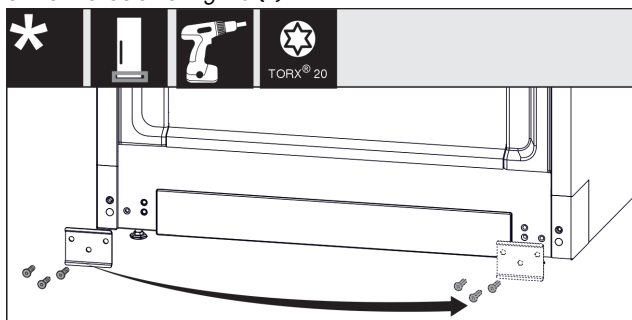

Fig. 17
- Dévisser la tôle Fig. 17 (1), la déplacer et la revisser de l'autre côté.
- Placer le support de palier de l'autre côté et le visser avec un tournevis. Commencer par la vis (2) en bas au milieu.
- Serrer la vis (3) et la vis (4).
- Insérer complètement l'axe de palier (5). Veiller à ce que l'ergot soit orienté vers l'arrière.